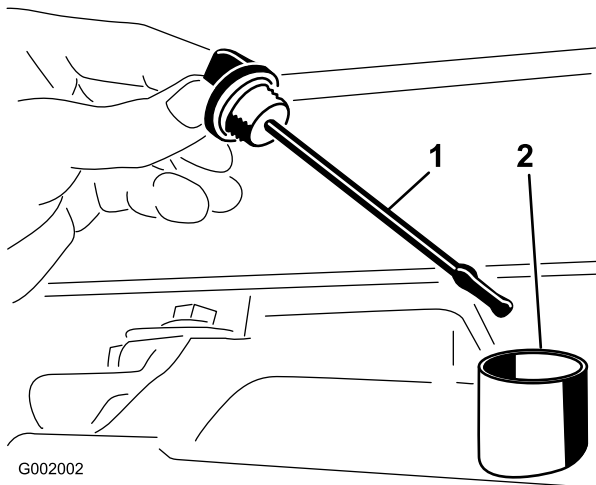

図 64
2. トランスアクスルのディップスティックを抜き、ウェスで一度きれいに拭く(図 64)。